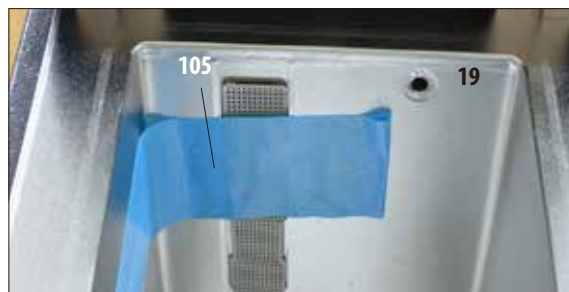

Fig. 19
- În retortă, trebuie să îndepărtați, de asemenea, banda de bandă adezivă (105) care fixează capacul senzorilor de nivel (Fig. 19).